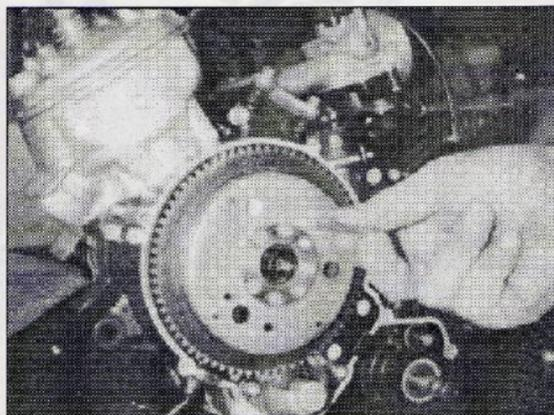

Fig. 52
- A questo punto verificare l'allineamento dei due riferimenti del momento di accensione inserendo una spina $\varnothing 4$ mm nel foro apposito del volano (Fig. 52).
- At this point check the alignment of the two references of the ignition timing inserting a pin $\varnothing 4$ mm in the hole provided in the flywheel (Fig. 52).